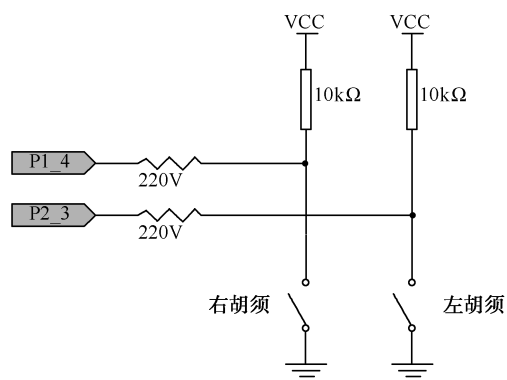

图 4-3 “胡须”电路
如图 4-3 所示，搭建“胡须”电路。
观察一下如图 4-3 所示的“胡须”电路，显然每条“胡须”都是一个机械式的、接地常开的开关。“胡须”接地（GND）是因为教学板外围的镀金孔都连接到 GND。金属支架和螺钉给“胡须”提供电气连接。
通过编程让单片机探测什么时候“胡须”被触动。由图 4-3 可知，连接到每个“胡须”电路的 I/O 引脚监视着 10kΩ 上拉电阻上的电压变化。当“胡须”没有被触动时，连接胡须的 I/O 引脚的电压是 5V；当胡须被触动时，I/O 短接到地，所以 I/O 引脚的电压是 0V。
上拉电阻就是与电源相连，并起到拉高电平作用的电阻。此电阻还起到限流的作用，如图 4-3 中的 10kΩ 电阻即为上拉电阻。
- (1) 接通教学板和伺服电机的电源。
- (2) 输入、保存并运行程序 TestWhiskers.c。
- (3) 这个例程要用到调试终端，所以当程序运行时要确保串口电缆已连接好。
- (4) 检查图 4-3 所示电路，弄清楚哪条“胡须”是左边“胡须”，哪条“胡须”是右边“胡须”。